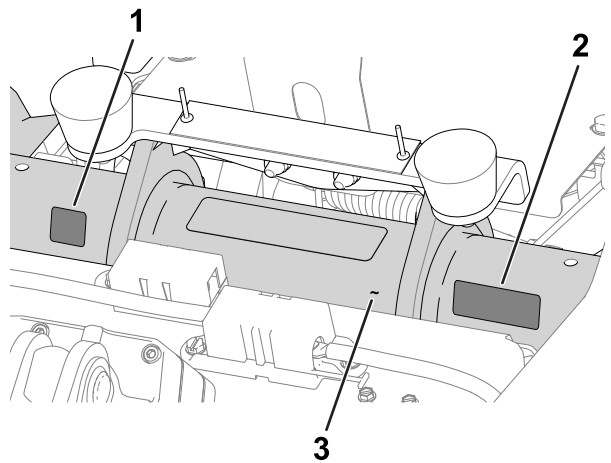

Figura 11
- **Autocolantul cu anul de fabricaie și autocolantul CE/UKCA:** aplicați autocolantele pe cadrul tubular, sub scaun și plăcuța cu numărul de serie; consultați Figura 11.